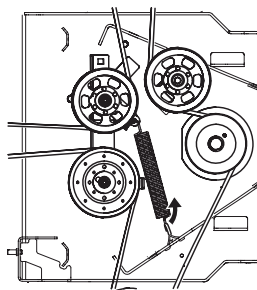

Figura 40
- b. Quite el resorte intermedio del enganche de resorte metálico del lado derecho del centro de la plataforma (Figura 40).